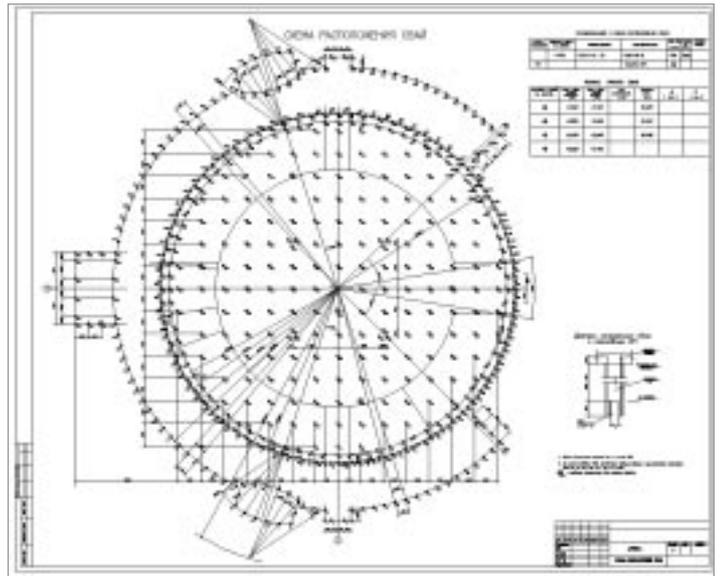

Рис. 70
- Вычерчивание свайных полей прямоугольного или кругового очертаний с шахматной или рядовой расстановкой свай, с заданным количеством свай или по заданным расстояниям между ними (рис. 70).